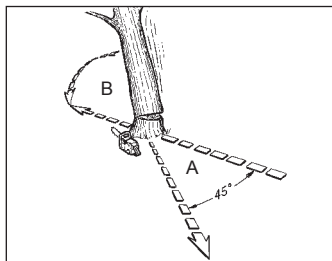

Fig. 11A
WAARSCHUWING! Bepaal op voorhand welke vluchtroute (A) u wil nemen, en zorg dat deze weg is vrij gemaakt. De vluchtweg moet in de tegenovergestelde richting van de valrichting lopen en diagonaal ten opzichte van het einde van de vallijn, zoals getoond op Fig. 11A.
WAARSCHUWING! Wanneer de velsnede in de buurt komt van het scharnier zou de boom moeten beginnen vallen. Als dat het geval is, verwijder dan de zaag uit de snede, stop de motor, leg de zaag neer en loop weg langs de geplande route (Fig. 11A).